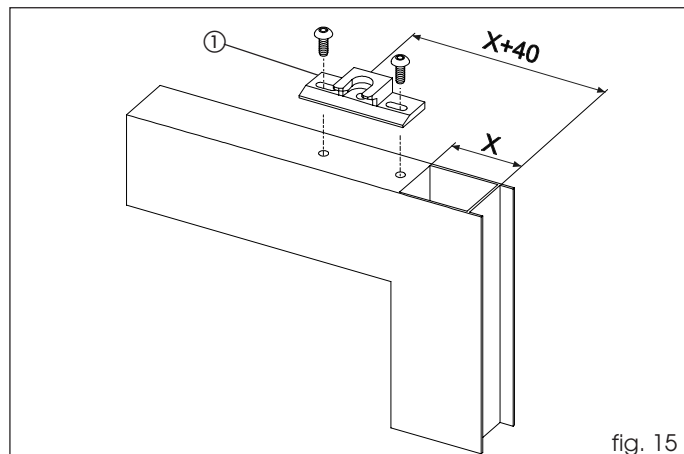

fig. 15
Posizionare il blocchetto di aggancio per l'antipánico (fig. 15 rif. ①) sul traverso superiore dell' anta rispettando le quote di fig. 15.